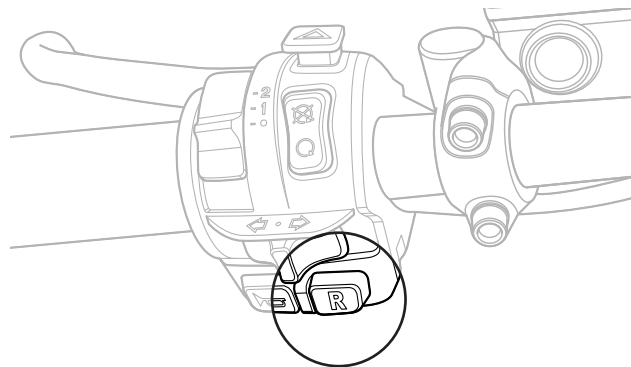

Ilustración 30: mantenga pulsado el interruptor de marcha atrás mientras retrocede
2. Pulse y mantenga pulsado el interruptor de marcha atrás (**R**) situado en el mando del manillar izquierdo con el pulgar izquierdo (**ilustración 30**).